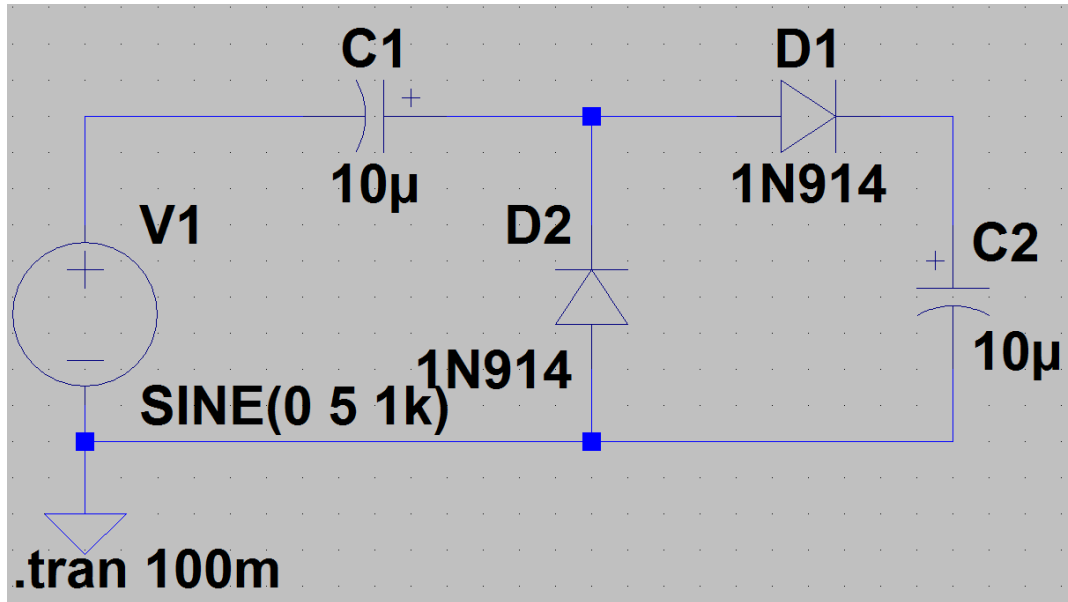

Рис. 3.1 Схема для дослідження подвоювача напруги
1. Вимірювання проводилися за схемою, зображеною на рис.3.1.